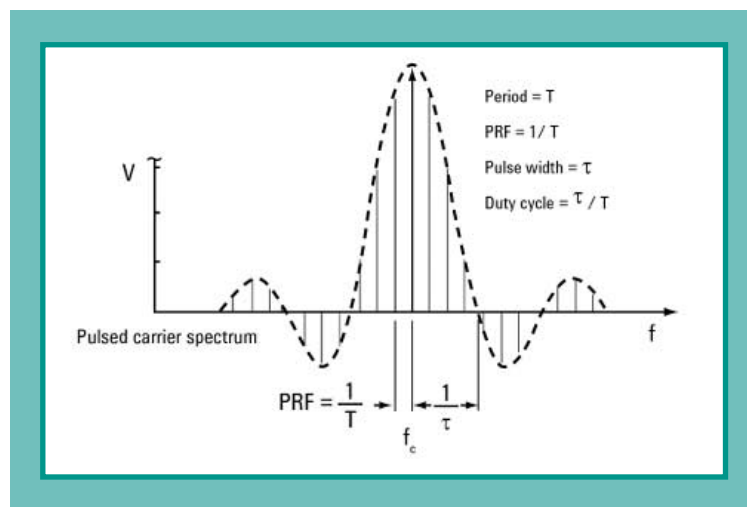

Fig. 3 – Spettro in frequenza che rivela utili proprietà del segnale impulsato nel dominio del tempo
**Fig. 3 – DualCheck è un tester 2-in-1 che rileva senza contatto la tensione alternata fino a 1000 VAC e serve anche per verificare le anomalie negli interruttori differenziali**